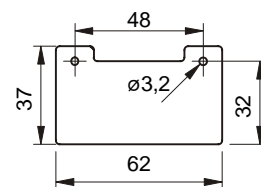

Fig. 4
3. Mount the base plate/lamp (Fig. 4) on the door frame with 2 screws (ø max. 3 mm).
3. Grundplatte/Leuchtelement (Fig. 4) mit 2 Schrauben  $\varnothing$  max. 3 mm auf Türzarge befestigen.
3. Fixer sur le châssis de porte la plaque de base avec l'élément lumineux (Fig. 4) au moyen de 2 vis  $\varnothing$  max 3 mm.